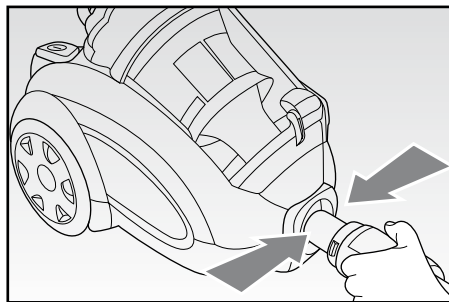

Fig. 2
- Inserire il manico (N) nell'apertura di entrata dell'aria (H) e premerlo fino allo scatto del blocco. Per rimuoverlo, è necessario premere contemporaneamente i due pulsanti di sblocco (R) ed estrarlo (Fig. 2).